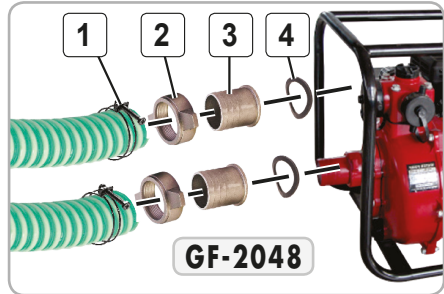

Fig.5
- pentru conectarea motopompei trebuie să folosiți furtune de aspirație/refulare cu armatură neexpansibile fixate cu colierele (se achiziționează separat) (Fig.5,6);